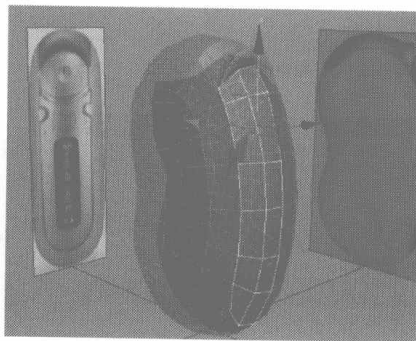
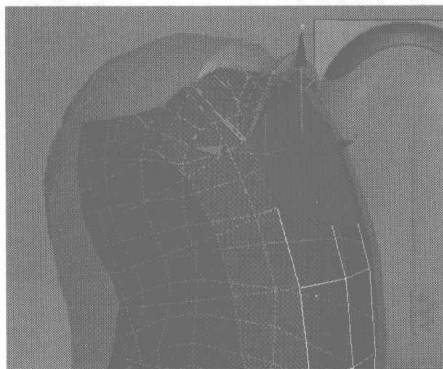

图 3.53
图 3.54
- 19 选择如图 3.53 所示的边界线，在 Edit Edges 卷展栏中单击 按钮，将该物体沿选择的曲线分割，同样将分割出来的面进行分离，如图 3.54 所示。